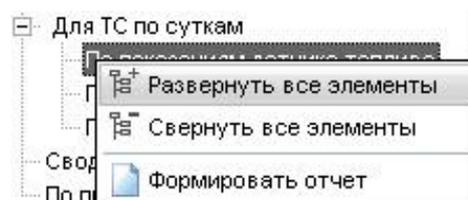

Рисунок III.2
– выбором пункта «Формировать отчет» контекстного меню, рисунок III.2, которое открывается щелчком правой кнопкой мыши на названии выбранного отчета.